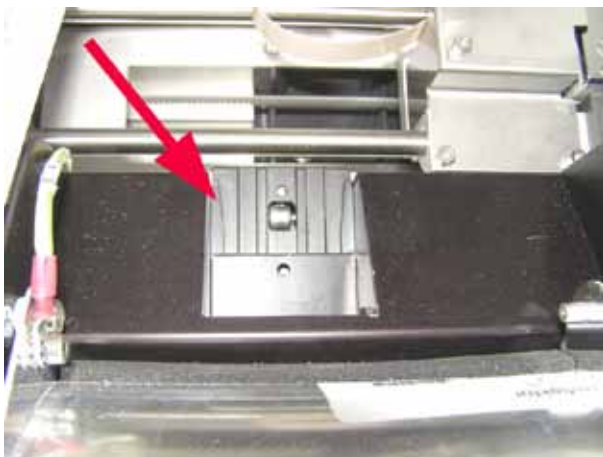

Abb. 47
- Objektträger-Ausgeberutsche (→ "Abb. 47")
Die Rutsche muss sauber sein (→ "Abb. 47").